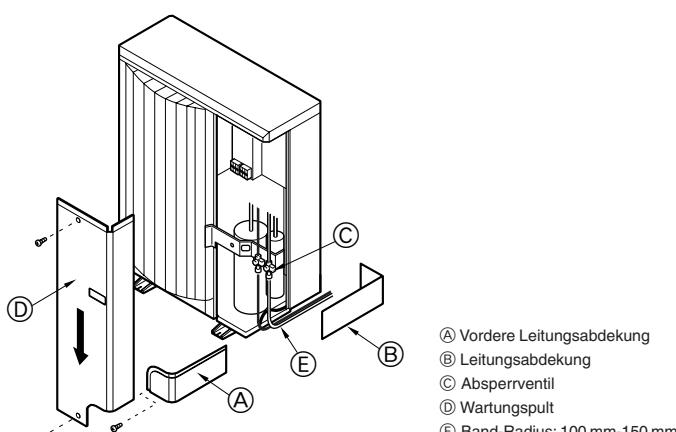
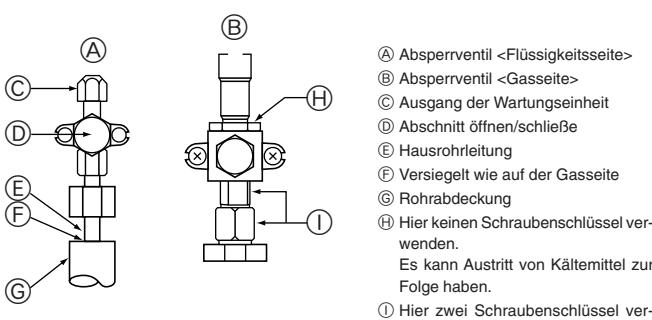

Fig. 4-2
Fig. 4-3
4.3. Kältemittelrohrleitung (Fig. 4-2), (Fig. 4-3)
- Das Wartungspult ④ (drei Schrauben) und die vordere Leitungsabdeckung ⑤ (eine Schraube) sowie die rückwärtige Leitungsabdeckung ⑥ (zwei Schrauben) abnehmen.
- ① Die Kältemittelrohrleitung-Verbindungen für die Innen-/Außenanlage vornehmen, wenn das Absperrventil der Außenanlage vollständig geschlossen ist.
- ② Luftreinigung unter Vakuum vom Innenaggregat und dem Rohrleitungsanschluß aus.
- ③ Kontrollieren Sie nach dem Anschließen der Kältemittelrohrleitungen die angeschlossenen Rohre und die Innenanlage auf Gasaustritt. (Siehe 4.4. Verfahren zum Prüfen der Kältemittelrohre auf Dichtigkeit.)
- ④ Erzeugen Sie in den Kältemittelröhren über die Wartungseinheit des Flüssigkeits- und Gassperrventils ein Vakuum, und öffnen Sie dann die Sperrventile vollständig (sowohl das Flüssigkeits- als auch das Gassperrventil). Auf diese Weise werden die Kältemittelröhren von Innen- und Außenanlagen vollständig miteinander verbunden.
- ⑤ Dichten Sie die Seiten der Wärmeisolierung um die Leitungsanschlüsse herum mit einem Dichtungsmittel ab, um zu verhindern, daß Wasser in die Wärmeisolierung eindringt.